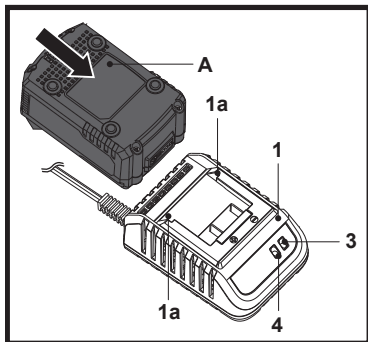
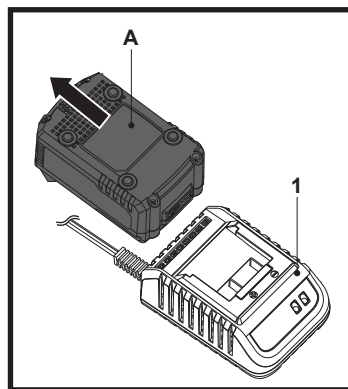

Fig. 1
Fig. 2
1. Aliniază și glisează acumulatorul (A) pe fantele de glisare (1a) ale încărcătorului (1) până la capăt. Asigură-te că acumulatorul (A) este complet conectat la încărcător (1) (Fig. 1).
2. Conectează ștecărul încărcătorului (1) la sursa de alimentare.
3. Indicatorul de încărcare roșu (4) se aprinde și încărcarea este în curs.
4. Indicatorul de încărcare roșu (4) se stinge, iar indicatorul de alimentare verde (3) se aprinde după ce încărcarea se încheie (acest lucru durează de obicei 1-2 ore – vezi mai jos secțiunea „Indicatoare de alimentare/încărcare”), deconectează încărcătorul (1) de la sursa de alimentare.
5. Scoate acumulatorul (A) din încărcător (1) (Fig. 2).